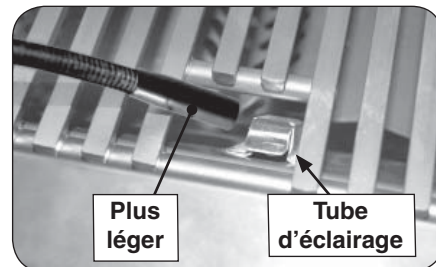

Fig. 24-2 - Éclairage manuel
2. Passez un allumeur brûlant de butane de long-baril ou une allumette brûlante de long-tige dans la grille à cuire s'ouvrant au dessus du tube d'éclairage. (Fig. 24-2). Pour des backburners, tenez la flamme contre le surface du backburner.
4. Si le brûleur ne se allume pas dans les cinq (5) secondes de tourner le bouton de commande, enfoncez immédiatement le bouton et tournez la valve à AU LOIN. ATTENDEZ CINQ (5) MINUTES avant de répéter les étapes 2 à 4 des instructions manuelles d'éclairage.